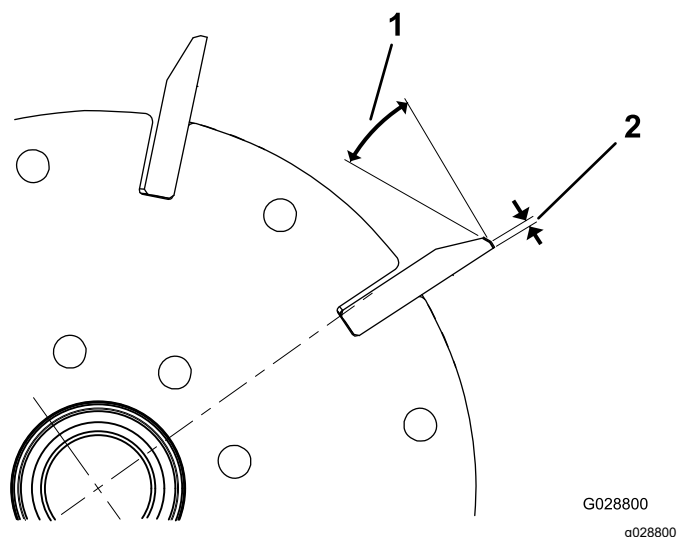
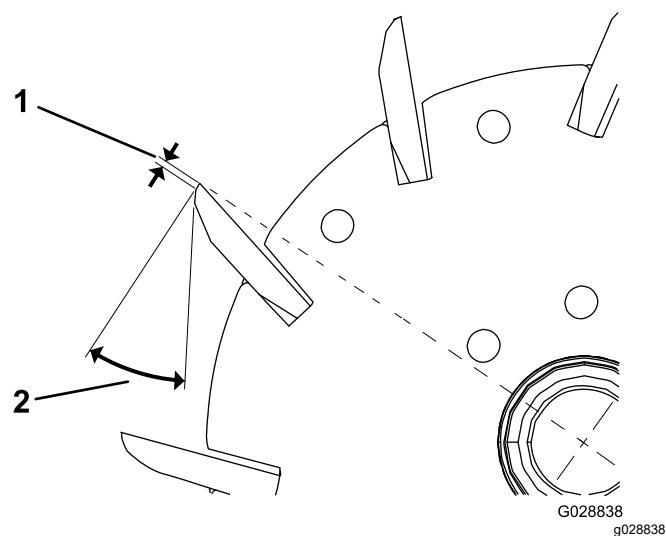

Рисунок 34
Рисунок 35
1. Выполните затыловочное шлифование с задним углом 30° всех ножей барабана таким образом, чтобы достичь ширины витка 1,3 мм (Рисунок 34 и Рисунок 35).